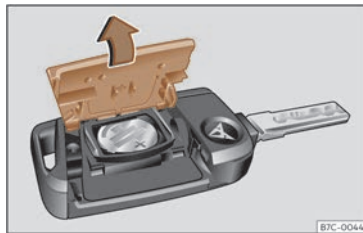

Fig. 43 Cheia cu telecomandă: deschiderea compartimentului bateriei.
- Scoateți capacul de pe spatele cheii cu telecomandă în direcția indicată de săgeată >>> **fig. 43**, >>> ①.